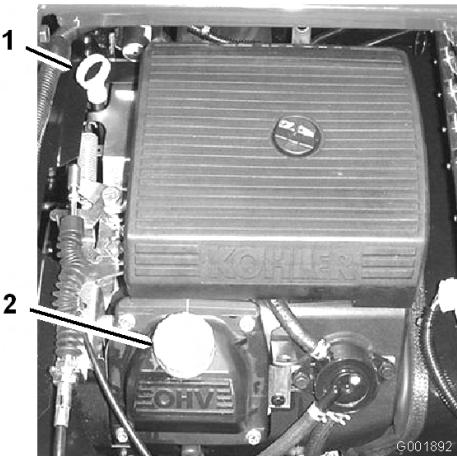

Figure 46
- Retirez la jauge et essuyez-la sur un chiffon propre (Figure 46). Remettez la jauge dans le tube en vérifiant qu'elle est enfoncee au maximum. Sortez de nouveau la jauge et vérifiez le niveau d'huile.
- Si le niveau est trop bas, retirez le bouchon de remplissage du couvre-culasse (Figure 46) et versez la quantité d'huile nécessaire dans l'orifice pour faire monter le niveau jusqu'au repère maximum de la jauge. Versez l'huile lentement et vérifiez souvent le niveau durant la procédure. Ne remplissez pas excessivement.
- Versez lentement environ 80% de la quantité d'huile spécifiée dans le goulot de remplissage (Figure 46).